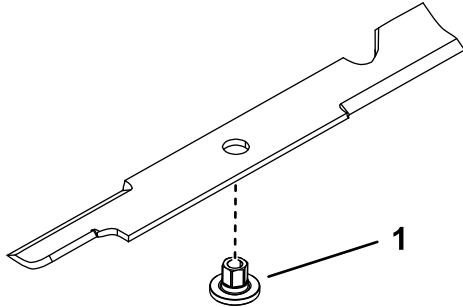

Figura 8
1. Instale el casquillo a través de la cuchilla con la brida del casquillo en el lado inferior (lado del césped) de la cuchilla (Figura 8).